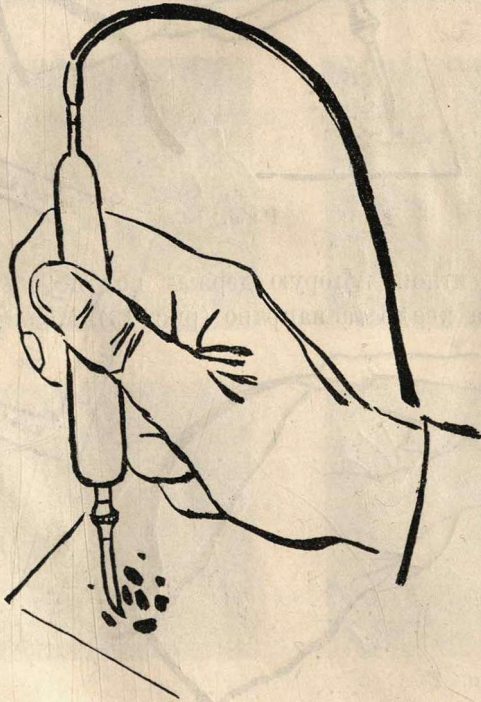

Рис. 15
6. Ставят иглу на правый широкий бок, прижимают к доске и водят, как бы «смазывая» ею слева направо или снизу вверх. Проведя так несколько раз по одному и тому же месту, получают более темные и широкие мазки (рис. 15). Промежутки можно заполнять или точками или черточками разной толщины и длины.